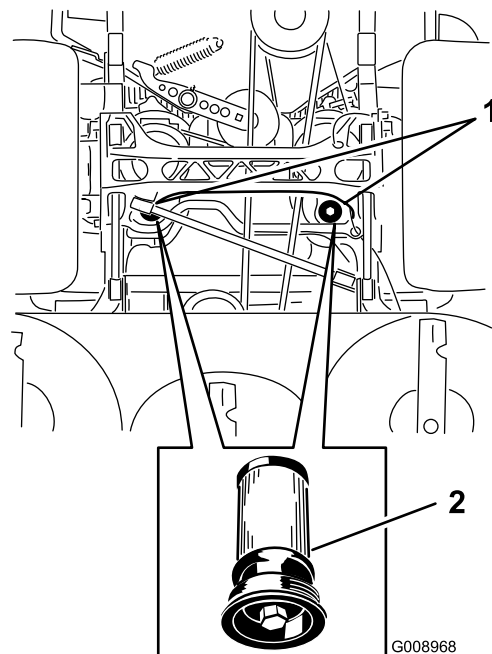

Figure 88
5. Placez un bac de vidange sous le filtre, retirez le filtre usagé et essuyez la surface (Figure 88).
6. Appliquez une fine couche d'huile hydraulique sur le joint en caoutchouc du filtre de rechange (Figure 88).